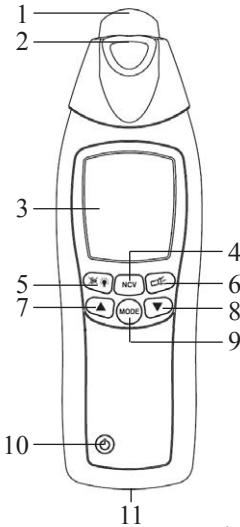
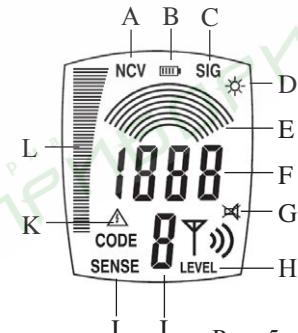

Рис. 4
Рис. 5
- g. Для большей точности обнаружения на приёмнике должна быть выбрана минимальная чувствительность: все дугообразные кривые на графической шкале Е (рис. 5). Настройка чувствительности производится с помощью кнопок \blacktriangle и \blacktriangledown (рис. 4).